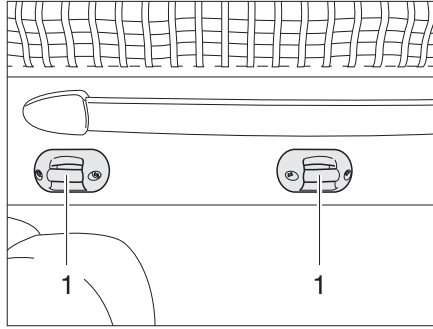

Fig. 167 Supporto scaletta di accesso
- Agganciare la scaletta di accesso al letto basculante con i due archetti incorporati nelle graffe (Fig. 167,1).